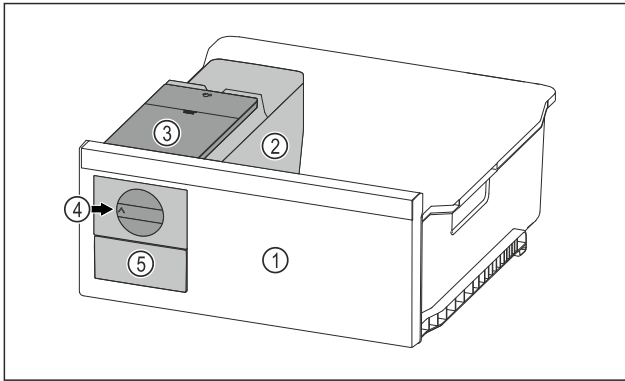

Fig. 52 Beispielhafte Darstellung
- Drehknopf Fig. 52 (4) im Uhrzeigersinn bis zum Anschlag drehen.
- ▷ Eiswürfel fallen aus der Eiswürfelschale in das Eiswürfelschubfach Fig. 52 (5).